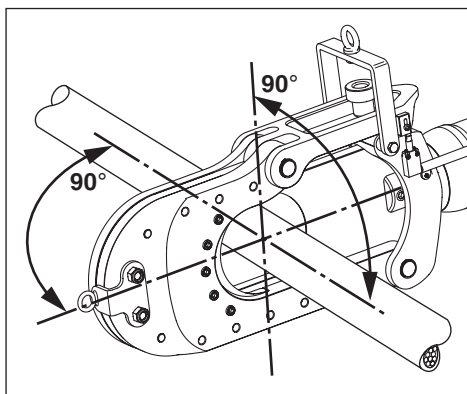

図8:カッティングヘッド内の材料の配置
切断対象の材料を両方のカッターブレードの間に配置して、図8に示すようにピストン軸に直交するようにします。これにより、最良の切断品質が得られるとともにカッターへの負荷量も最小限に抑えることができます。
5. 切断対象の材料を固定ブレードと可動ブレードの間に置きます。図8に示すようにピストン軸に直交するようにします。追加情報については、セクション8.5の指示内容を参照してください。